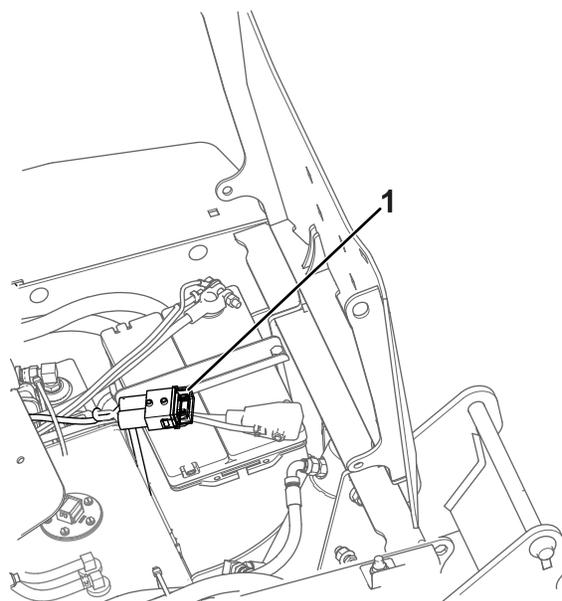

Figure 40
2. Localisez le fusible principal sur le faisceau, près de la batterie, et retirez le capuchon du fusible (Figure 40).